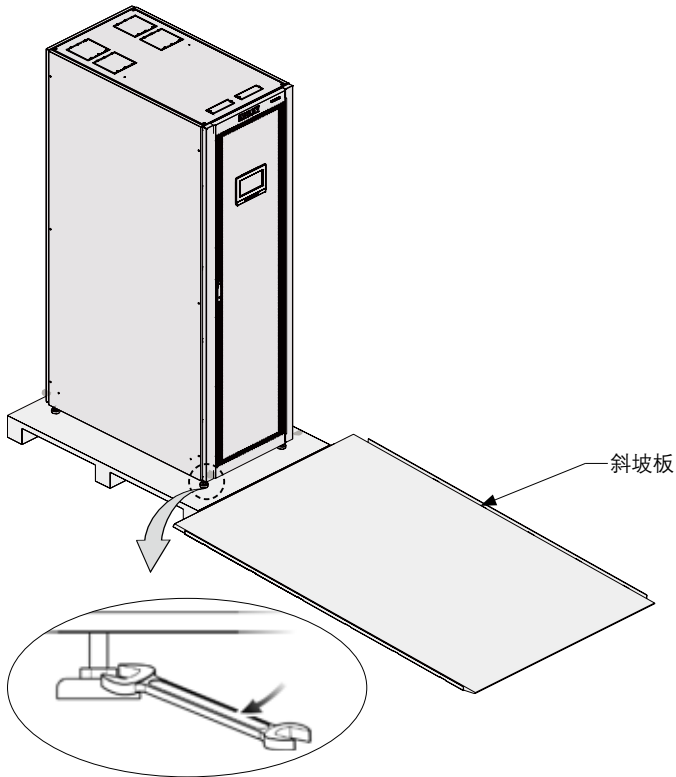

图4-3：将斜坡板放置在栈板前面并旋回刹车垫
5. 将斜坡板（木箱的左侧板）放置在栈板前方（见图 4-3）；
6. 旋回刹车垫，确保刹车垫不接触到栈板（见图 4-3）；